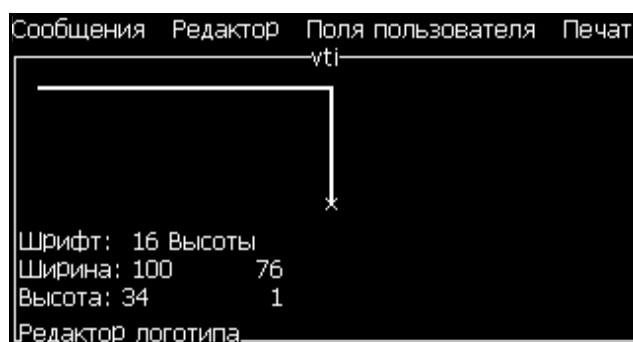

Рисунок 5-50: Обрезка логотипа
- 1 Нажмите кнопку “Enter” (ввод) для появления рамки, которая отображает текущие границы графического изображения (Рисунок 5-50).